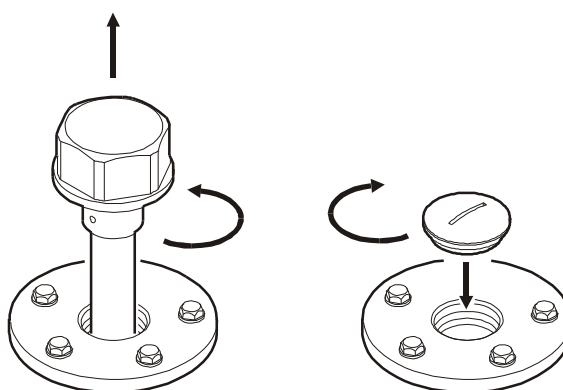

Рис. 3.1 - Полный демонтаж датчика уровня топлива и установка заглушки
3.1.3.1 Выполнить полный демонтаж датчика в следующей последовательности (рис. 3.1):
- закрыть отверстие фланца заглушкой М 25 х 1,5 (см. в таблице 4.2), как показано на рис. 3.1;